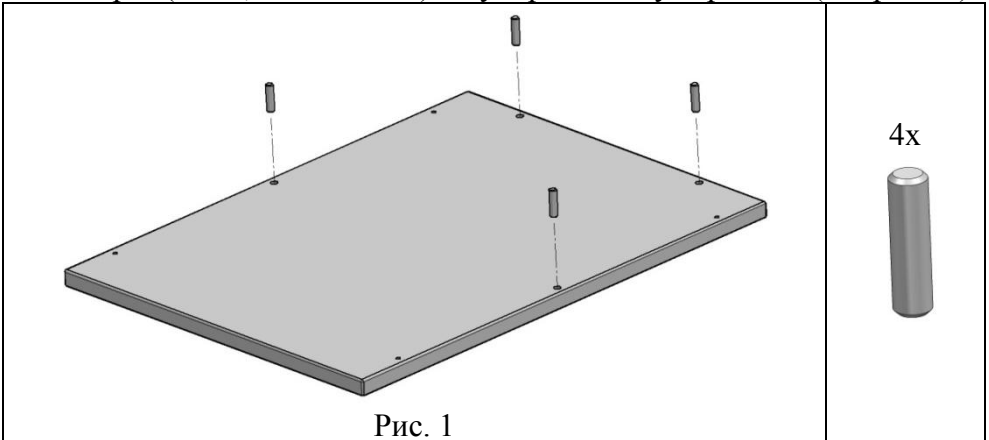

Рис. 1
4.1.1. В плиту верхнюю (поз. 2) вставить шкант мебельный 8x30 дер. (поз. 7, пакет №34а) (см. рис.1) и вкрутить шток эксцентрика саморез (поз.5, пакет №34а) до упора в плиту верхнюю (см. рис.1а).
Рис. 1а